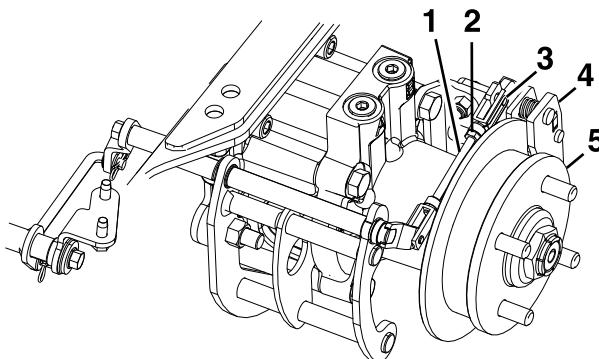

Figure 77
8. Retirez l'axe de chape élastique de la tringlerie arrière et de l'étrier (Figure 77).
12. Serrez l'écrou de blocage sur la tringlerie arrière (Figure 77).